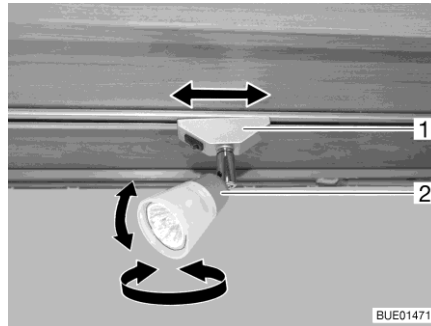

Fig. 29 Foco
**Girar el foco:** ■ Girar la carcasa (Fig. 29,2) del foco en la dirección deseada.
**Desplazar el foco:** ■ Girar el soporte (Fig. 29,1) aprox. 45°.
**Retirar el foco:** ■ Girar el soporte (Fig. 29,1) 90°.